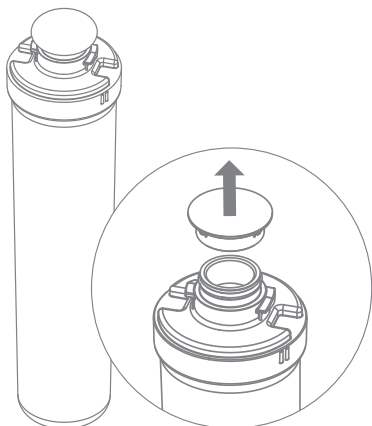

Рис.4
1. Удалите заглушки с картриджей (рис. 4).